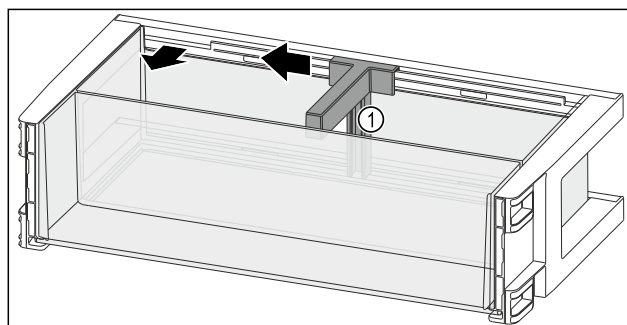

Fig. 92
- Držalo za steklenice Fig. 92 (1) potisnite povsem na stran do odprtine.
- Odstranite držalo za steklenice Fig. 92 (1).